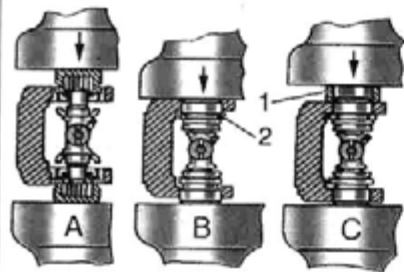

Рис. 5.28.
- вставить подшипники в отверстия вилки, частично надев их на шипы, и, вращая крестовину в разные стороны (рис. 5.28, А), плавно сдвинуть подшипники до упора (рис. 5.28, В);
- поставить кольцо-оправку 1 на внешний торец ушка вилки с застопоренным подшипником (рис. 5.28, С) и допрессовать крестовину с подшипниками до упора стопорного кольца в подшипник и вилку, затем вставить второе стопорное кольцо;